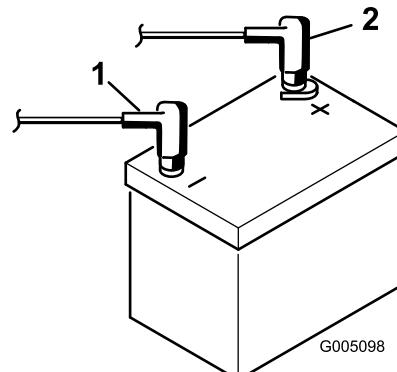

図 8
- 赤いプラス (+) ケーブルをバッテリーのプラス (+) 端子に、黒いマイナス (-) ケーブルはバッテリーのマイナス (-) 端子にはめ、ボルトとナットで固定する（図 8）。ショート防止のために (+) 端子にゴムキャップをかぶせる。